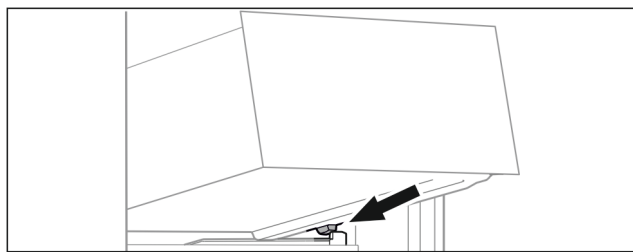

Fig. 75
- Schubfach schräg hinter den Stoppern auf Behälterrippe aufsetzen. (siehe Fig. 75)